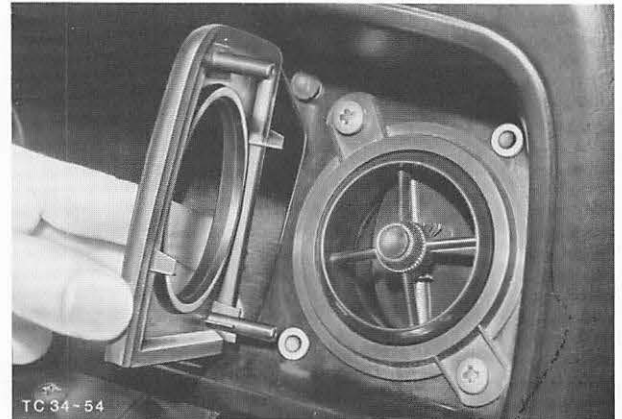

Abb. 52 Blende – Belüftungsdüse abheben
1. Blende-Belüftungsdüse von der Instrumententafel abheben. Abb. 52.